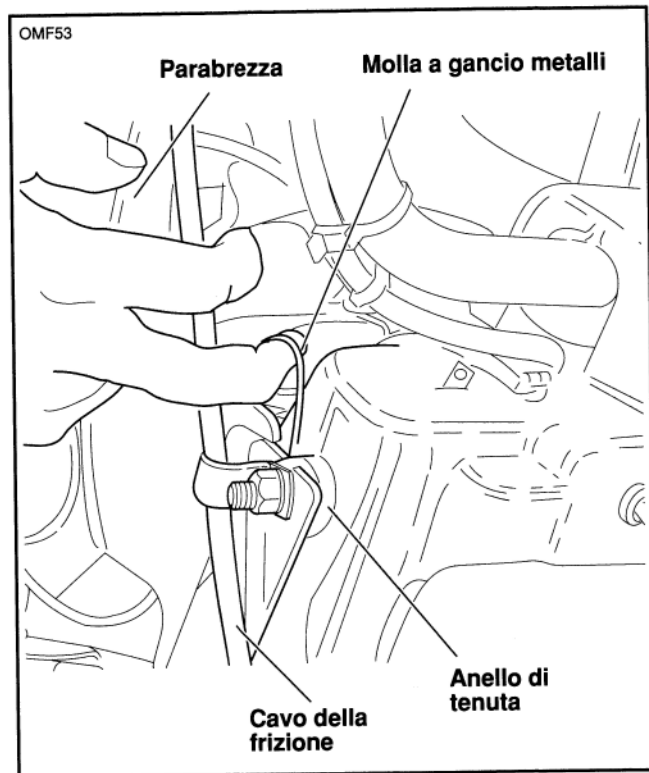

Figura 26. Parabrezza FLHR/C-I
1. Vedere la figura 26. Inserire le dita dentro le molle del gancio con filo su ciascun lato del parabrezza e spostare la CIMA del gruppo parabrezza in avanti, fin quando le tacche della staffa superiore si sganciano dai gommini.
1. Vedere la figura 26. Inserire le dita dentro le molle del gancio con filo su ciascun lato del parabrezza e far scorrere le tacche INFERIORI della staffa del parabrezza dentro i gommini.